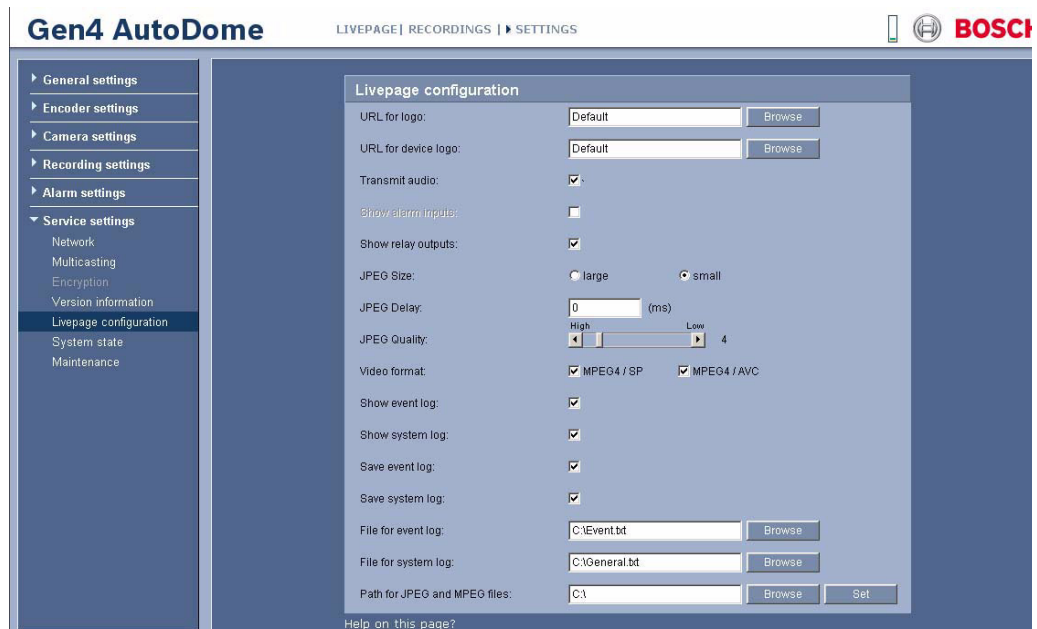

Bild 9.2 Konfiguration Liveseite
2. Klicken Sie im linken Anzeigebereich auf „Service“ und dann auf „Konfiguration Liveseite“. Der IP AutoDome zeigt den Bildschirm „Konfiguration Liveseite“ an (siehe Bild 9.2).